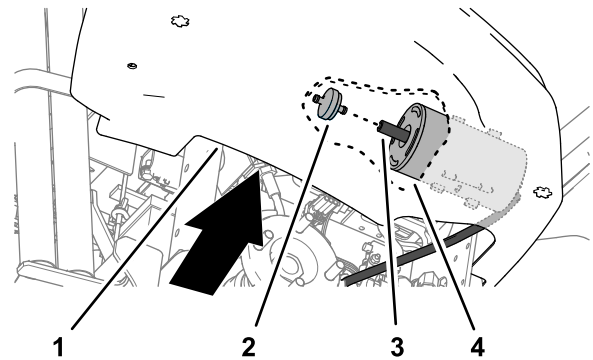

Figura 32
para trás e para fora do tubo na extremidade do recipiente de carbono (Figura 32).
5. Insira um novo filtro do recipiente de carbono no tubo na extremidade do recipiente de carbono (Figura 32).